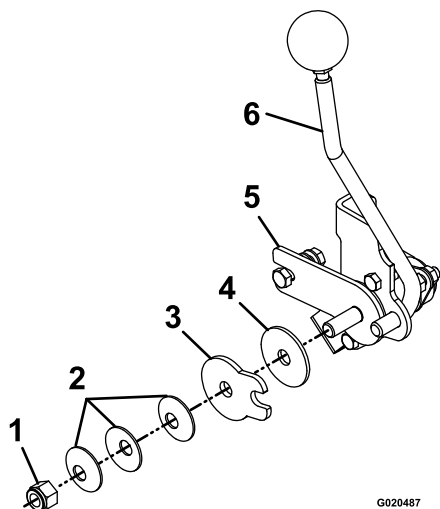

Figure 53
3. Pour régler la tension, réglez l'écrou de pivot situé au bout de l'arbre de commande de déplacement, devant la console droite (Figure 53).